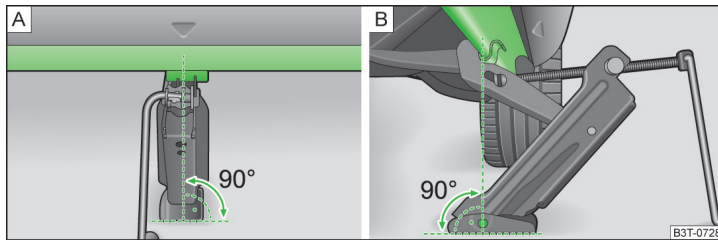

Abb. 146 Wagenheber ansetzen
- Den Wagenheber so ansetzen, dass die Klaue den Steg umfasst » Abb. 146 - **B**.
- Die Grundplatte des Wagenhebers mit ihrer gesamten Fläche auf einem geraden Untergrund abstützen und sicherstellen, dass sich der Heber in senkrechter Position zur Stelle, an der die Klaue den Steg umfasst, befindet » Abb. 146 - **A**.